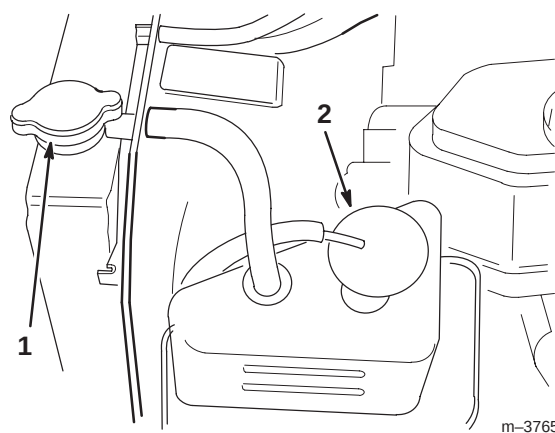

Figure 30
2. Enlevez le bouchon de radiateur et le bouchon du vase d'expansion (Fig. 30).